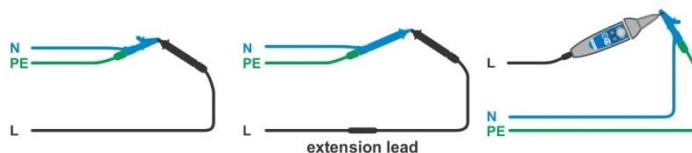

Abbildung 7.25: Kurzgeschlossene Prüflleitungen
- › Schließen Sie das Prüfkabel am Messgerät an und schließen Sie die Prüflleitungen miteinander kurz, siehe **Abbildung 7.25**.